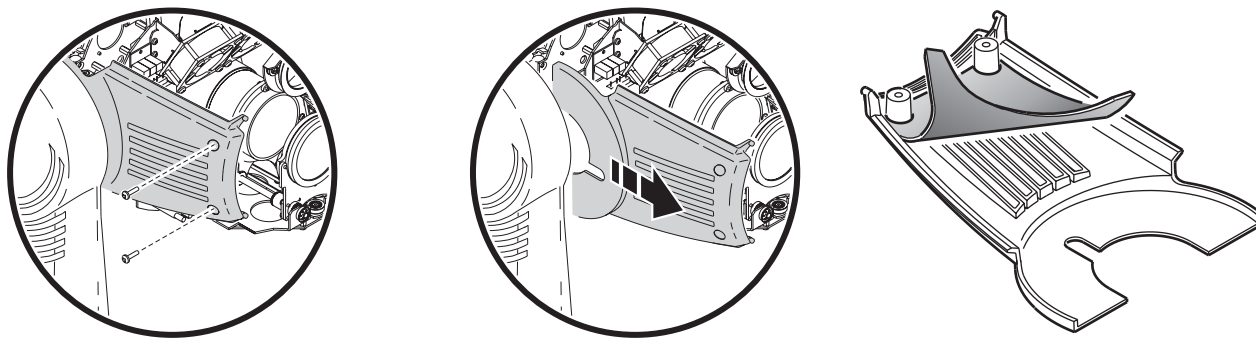

Figure 16: Cambio del filtro de aire
- 7 De cada lado de la cabeza, quitar los dos tornillos y extraer las cubiertas laterales. Para extraerlas, tirar de ellas hacia adelante. Limpiar los filtros o reemplazarlos. Si están saturados de suciedad, sumergirlos en agua jabonosa, aclarar y secar. Recolocar los filtros y las cubiertas. Ver Figure 16.